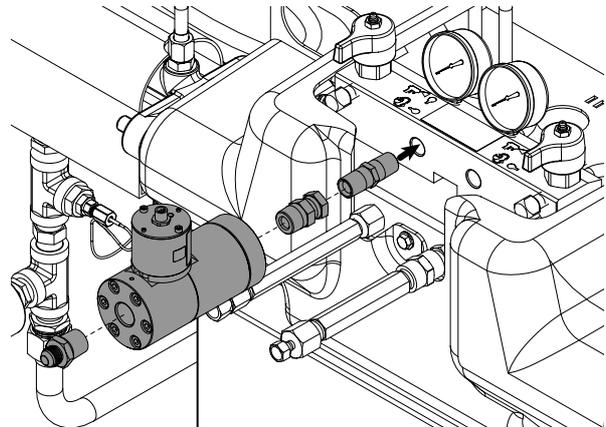

FIG. 11: Instalación del caudalímetro A (rojo).
7. Conecte el caudalímetro A (rojo) y los racores al colector de fluido. Vea la FIG. 11.